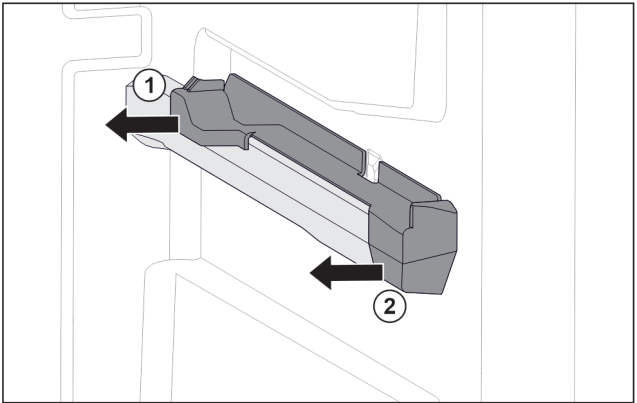

Fig. 75 Pieza de acoplamiento en la nervadura para recipientes derecha
- ▶ Retire la pieza de acoplamiento por detrás lateralmente. *Fig. 75 (1)*
- ▶ Retire la pieza de acoplamiento por delante lateralmente. *Fig. 75 (2)*